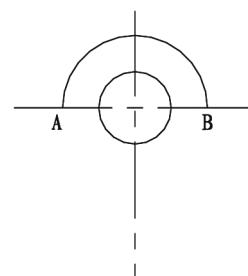

图 2-38 绘制舌形平面图示例
- 1) 运用“直线”命令绘制中心线，如图 2-38 所示。
结果如图 2-38 所示。